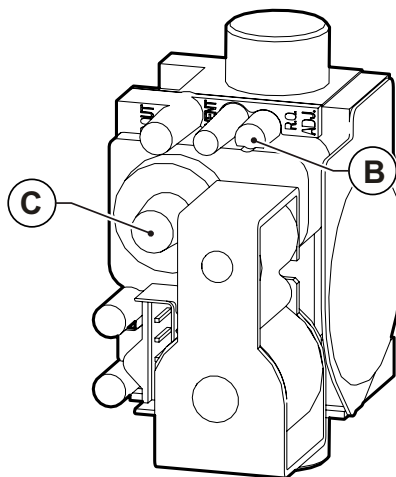

Fig. 36 Reglare valoare dioxid de carbon
- Reglați valoarea dioxidului de carbon (CO₂) din gazele arse, rotind regulatorul de raport **B** (vezi Fig. 36 Reglare valoare dioxid de carbon) și asigurați-vă că reintră în limitele din Tab. 17 Valori ale CO₂ în gazele arse la pagina 67. Lăsați centrala în modul curățare și treceți la pasul următor de reglare la puterea minimă.
- Reglați valoarea dioxidului de carbon (CO₂) din gazele arse, rotind regulatorul **C** (vezi Fig. 36 Reglare valoare dioxid de carbon) și asigurați-vă că reintră în limitele din Tab. 17 Valori ale CO₂ în gazele arse.